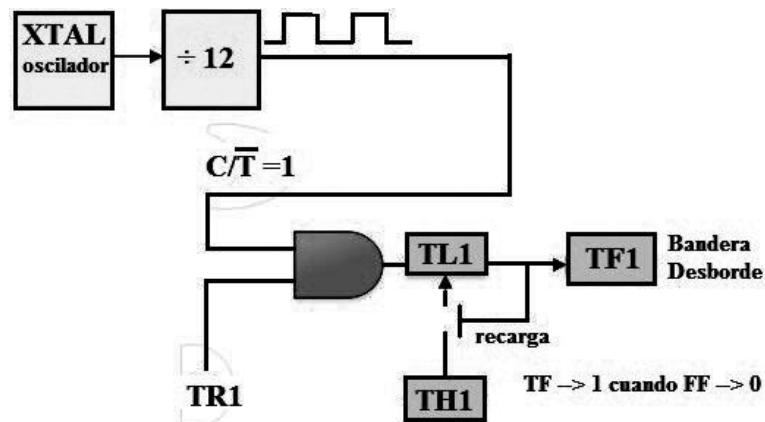

Figura 11.19: Timer0: Modo 2
- \* Escoger timer 0 en modo 2 (Figura 11.19).